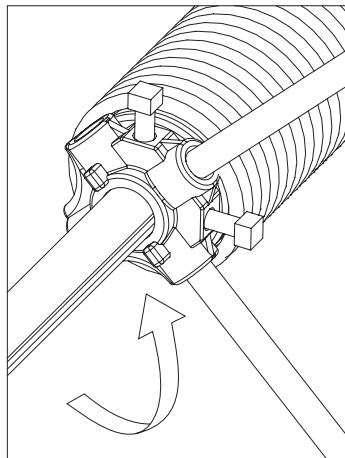

Рис. 39
- установить вороток в гнездо натяжного наконечника, находящееся внизу (рис. 39);